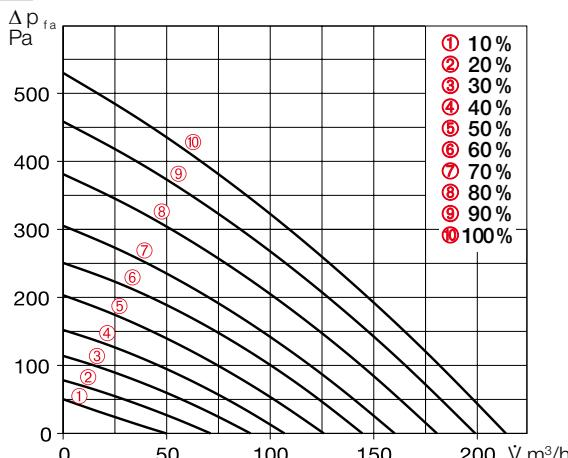

Abb. 23
- Die ermittelten Differenzdrücke der Zu- und Außenluftmessung in die Kennlinie des Gerätes für **Zuluft** (s. Abb. 23 und Abb. 25), entsprechend der im Lüftungsprofil hinterlegten Ventilatorleistungen, eintragen (vgl. Abb. 28 und Abb. 29).